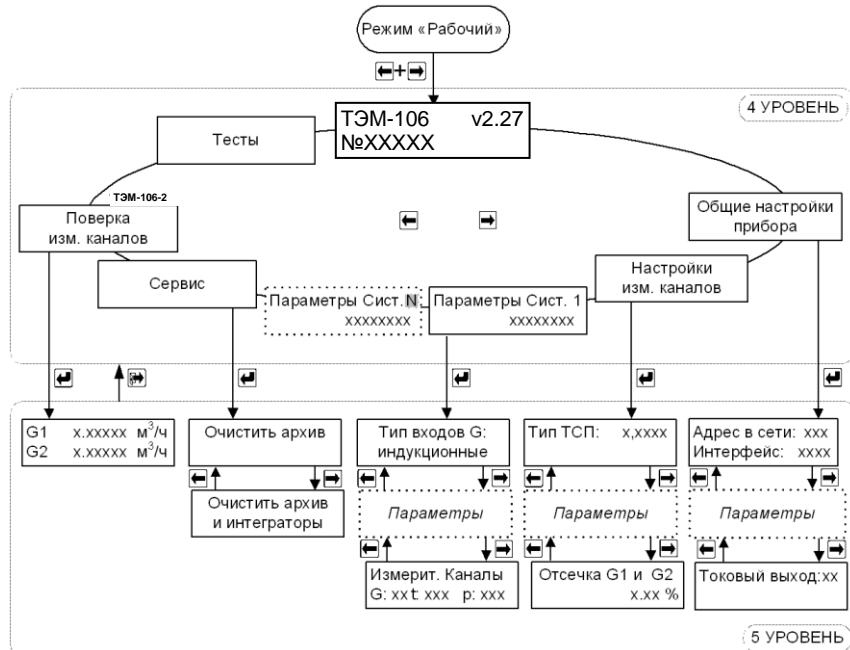

Рис. 7.3 Режим «Настройки» для ТЭМ-106. Пункт меню «Проверка изм. каналов» доступен только для модификации ТЭМ-106-2
7.4.1 Для входа в режим работы теплосчетчика «Настройки» необходимо, находясь в любом меню режима «Рабочий», **одновременно нажать кнопки «влево» и «вправо»**. Порядок перехода между окнами в режиме «Настройки» изображен на рис. 7.3.